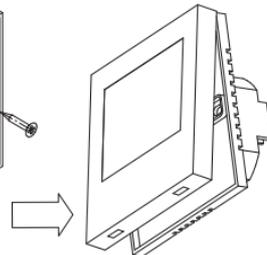

Рис. 4
8.2.4. Подсоедините шлейф платы питания к разъему на плате дисплея, соедините между собой обе части корпуса *(рис. 4)*.